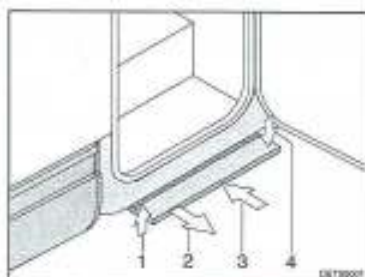

Fig. 3 Marchepied à commande mécanique
Sortir : ■ Tirer la marchepied vers l'avant (Fig. 3,2), jusqu'à ce qu'elle s'enclenche.
Rentrer : ■ Soulever légèrement le marchepied (Fig. 3,1).
■ Pousser le marchepied jusqu'à la butée sous le plancher du véhicule (Fig. 3,3) Veillez à ce que le marchepied s'enclenche (Fig. 3,4).